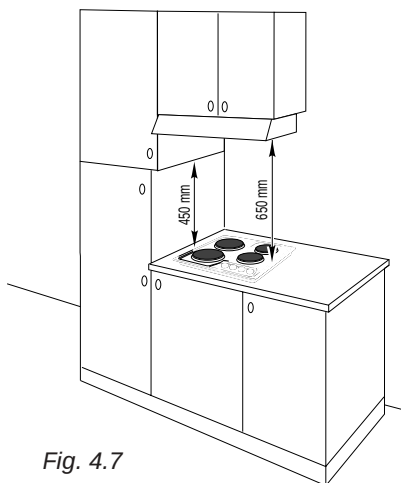

Fig. 4.7
- ✓ Nel caso in cui sopra il piano di cottura vi sia un pensile o cappa mantenere fra il top ed il suddetto pensile o cappa la distanza minima pari a 650 mm (vedi anche fig. 4.7)